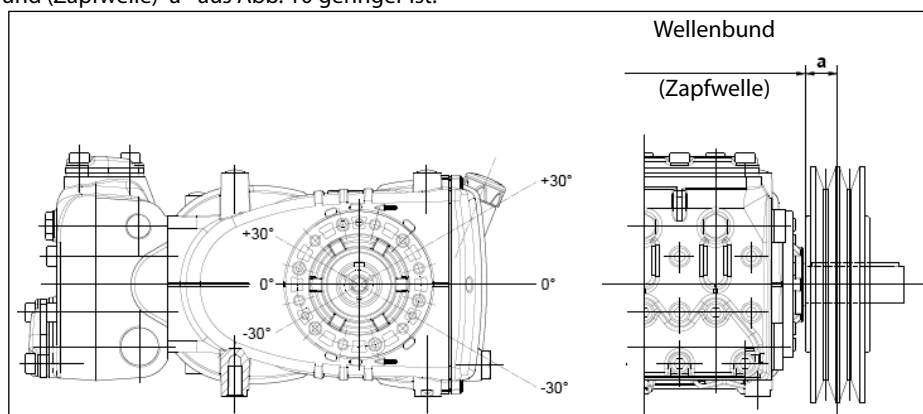

Abb. 10
Die radiale Belastung der Welle darf 4500 N (für die Definition der Anordnung erforderlicher Wert) nicht übersteigen. Der Antrieb gilt als richtig bemessen, wenn die Belastung bei einem maximalen Abstand $a = 50 \text{ mm}$ vom Wellenbund (Zapfwelle) angewandt wird, siehe Abb. 10.
- b) Verwenden Sie Hochleistungsriemen - zum Beispiel **XPB** statt **SPB** - da hierbei weniger Riemen bei gleicher Leistungsübertragung benötigt werden und der Abstand zum Wellenbund (Zapfwelle) "a" aus Abb. 10 geringer ist.
- e) Folgen Sie der Spannungsrichtung des Riemen lt. Angaben in Abb. 10. Wenden Sie sich bei anderen Anforderungen an die **technische Abteilung** oder den **Kundendienst**.